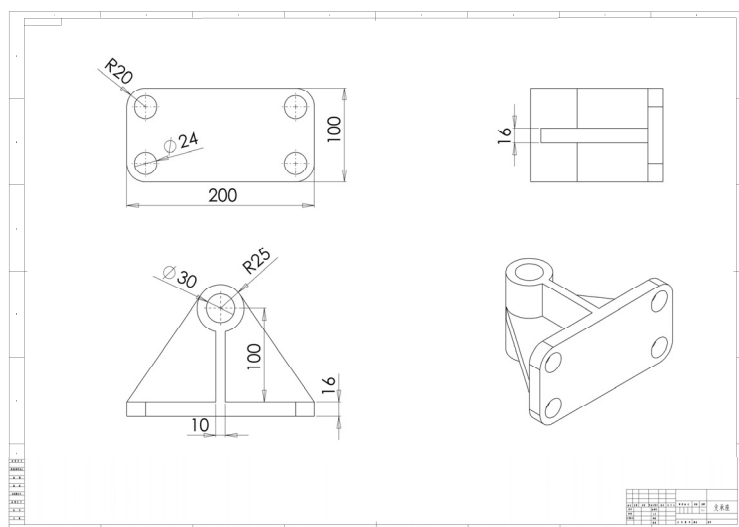

图 7-8 标注模型尺寸
STEP 4 单击“尺寸/几何关系”工具栏的“智能尺寸”按钮，按照与在草图中标注尺寸相同的操作为视图添加如图 7-8 所示的标注。